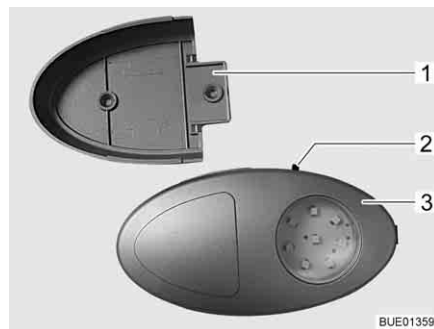
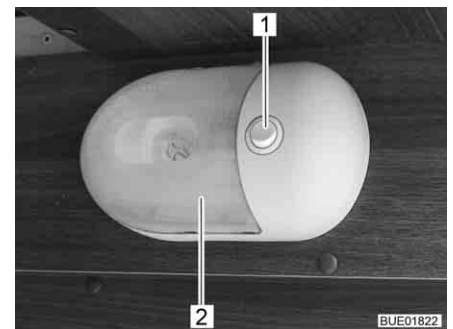

Bild 91 Kleiderschrankleuchte/ Taschenlampe
Bild 92 Kleiderschrankleuchte
- ▷ Die Kleiderschrankleuchte kann aus der verschraubten Halterung (Bild 91,1) herausgezogen und als Taschenlampe verwendet werden.
Der Ein-/Ausschalter (Bild 91,2 bzw. Bild 92,1) ist direkt an der Kleiderschrankleuchte (Bild 91,3 bzw. Bild 92,2) angebracht.